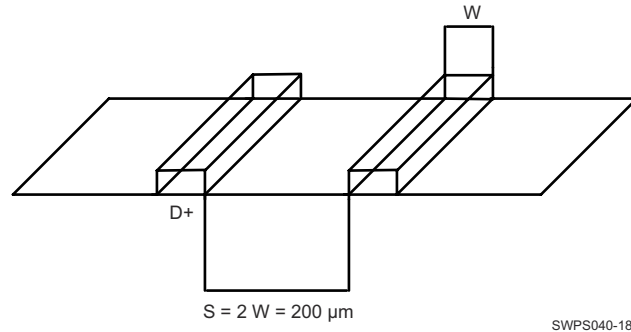

图 8-1. 接地防护图示
- 对于等于 W 的线宽，两线之间的间距至少必须为 W 。这可以尽可能地减少了不同线路间开关信号间的串扰。在 PCB 上，这无法在任何地方实现（例如，当从器件封装中断开信号时），但建议尽可能遵循此规则。违反该准则时，应尽量缩短彼此平行的布线长度（请参阅图 8-1）。